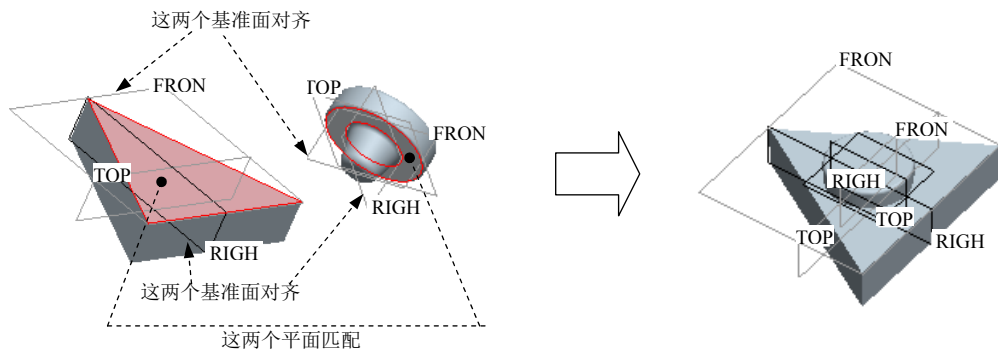

图 5.12.2 装配元件
(1) 单击 **模型** 功能选项卡 **元件** 区域中的“装配”按钮 ，打开零件模型文件 part2.prt。
(2) 如图 5.12.2 所示，定义第一个约束 **重合** (PART1 的 RIGHT 基准面与 PART2 的 RIGHT 基准面对齐)；定义第二个约束 **重合** (PART1 的 TOP 基准面与 PART2 的 FRONT 基准面对齐)，定义第三个约束 **重合**；在“元件放置”操控板中单击  按钮。